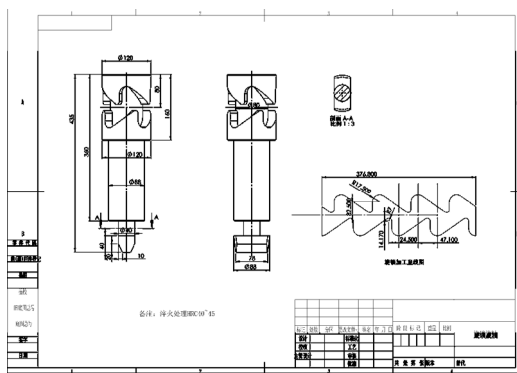

图 7-117 添加尺寸标注
STEP 8 单击“注释”工具栏中的“智能尺寸”按钮和“注释”按钮等,为视图添加尺寸标注、备注和图纸名称,效果如图 7-117 所示。